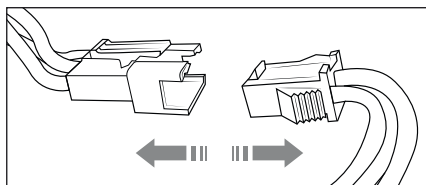

Fig. 14
- 2) Deconectați elementul de cuplare a acumulatorului (a se vedea fig. 14) și scoateți-l din compartimentul pentru acumulator.